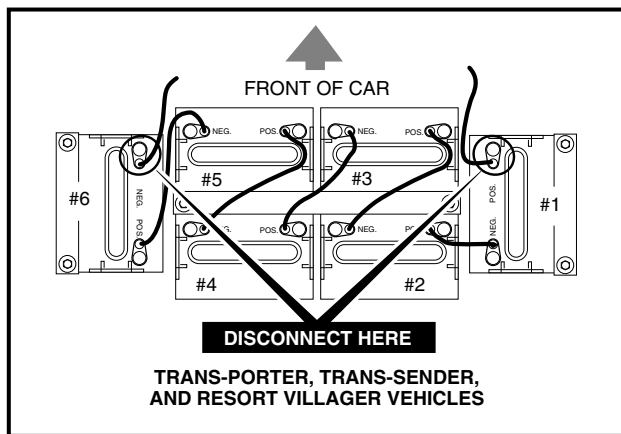

FIGURE 1
- TO AVOID UNINTENTIONAL STARTING OF THE VEHICLE, DISCONNECT THE BATTERIES AS SHOWN (SEE FIGURES 1 AND 2) AND DISCHARGE THE CONTROLLER AS FOLLOWS: